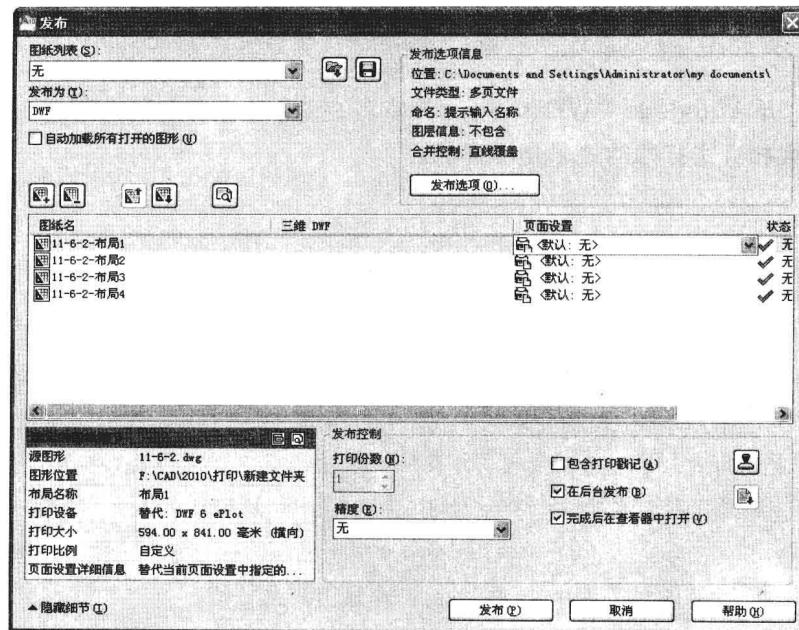

图 10-5-2
(2) 单击“布局 1”选项卡，进入图纸空间，视口显示第一张图纸。在图纸空间中共创建了 4 个布局，每个布局视口中显示一张图纸。
(3) 单击“输出”选项卡，在“打印”面板中单击“批处理打印”按钮，打开“发布”对话框，在“发布为”选项下，“发布为”选择“DWF”文件，如图 10-5-2 所示。